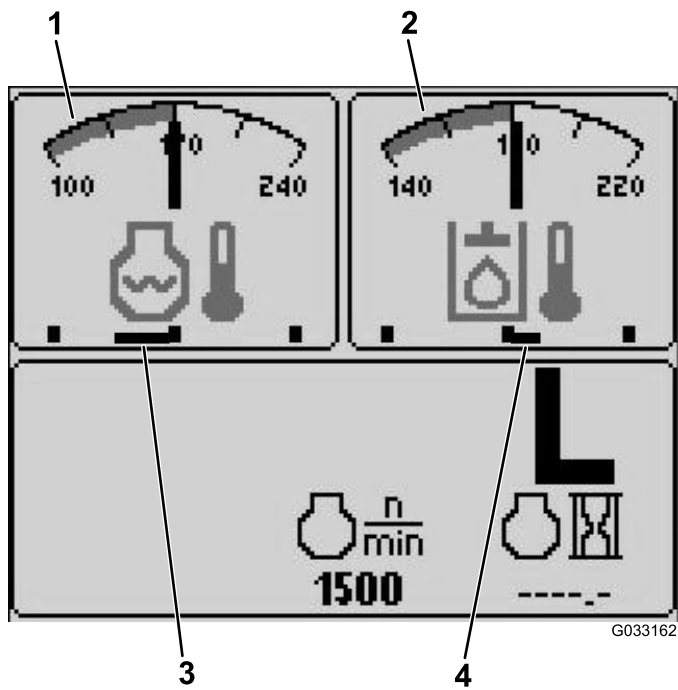

Bild 5
- Anzeige für Hydrauliköltemperatur und Lüfter: Bildschirm oben rechts (Bild 5)
- Anzeige für Motorkühlmitteltemperatur und Lüfter: Bildschirm oben links (Bild 5)
**Hinweis:** Im Beispiel Bild 5 laufen die Lüfter für das Motorkühlmittel mit 50 % Geschwindigkeit rückwärts.
Die Lüfterrichtung wird auch auf dem Bildschirm für die Temperatur des Motorkühlmittels und dem Bildschirm für die Temperatur des Hydrauliköls angezeigt. Wenn der Balken rechts vom mittleren Nummernzeichen ist, laufen die Lüfter vorwärts. Wenn der Balken links vom mittleren Nummernzeichen ist, laufen die Lüfter rückwärts (Bild 5).
Die Anzeige zeigt die Temperatur des Hydrauliköls und den Status des Kühlventilators an (Bild 5).
Diese Anzeige gibt die Temperatur des Motorkühlmittels und den Status des Kühlventilators an (Bild 5).